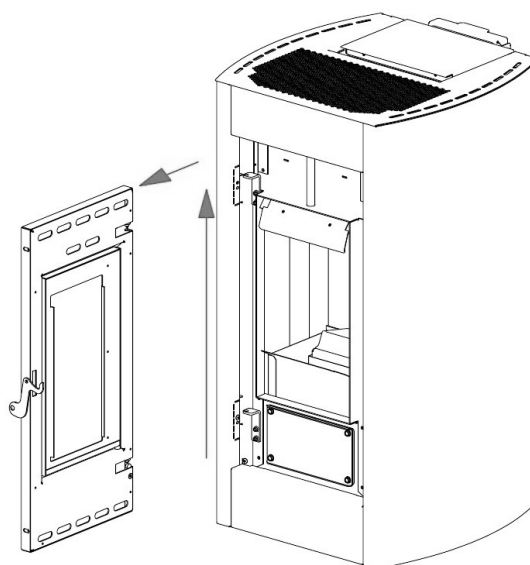

Fig. 32 - Odstranitev vrat
- Dvignite vrata tako, da zatiči vrat izstopajo iz nosilca na okvirju (glejte **Fig. 32**).